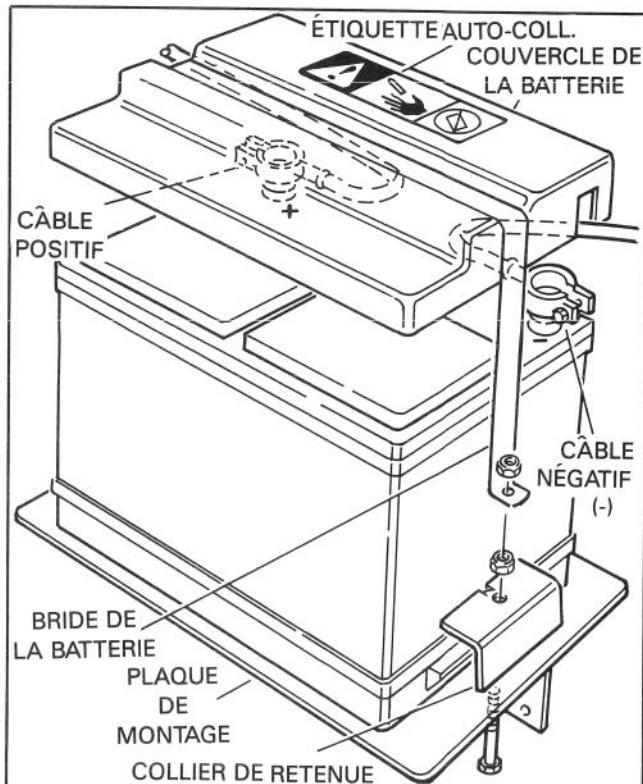

Figure 14
23. Remettez la roue en place (si vous l'aviez enlevée) et basculez l'unité vers le bas. Placez la batterie sur la plaque de montage de la déneigeuse, les bornes de la batterie étant dirigées vers le moteur (fig. 14).
24. Attachez le câble noir (négatif) de la batterie à la borne négative (-) de celleci. Faites passer le câble de manière à ce que le couvercle de la batterie s'adapte pardessus (fig. 14) et serrez le collier.
25. Attachez le câble rouge (positif) de la batterie à la borne positive (+) de celleci, à l'endroit indiqué (fig. 14), et serrez le collier de câble.
26. Posez le couvercle de la batterie et fixez la batterie sur la plaque de montage à l'aide des boulons à tête, des colliers de retenue de la batterie et des écrous. Posez l'étiquette auto-collante sur le couvercle de la batterie (fig. 14).
27. Montez la bride de la batterie sur le couvercle de la batterie, faites passer les bouts de cette bride pardessus les boulons et fixez à l'aide de deux écrous (fig. 14).